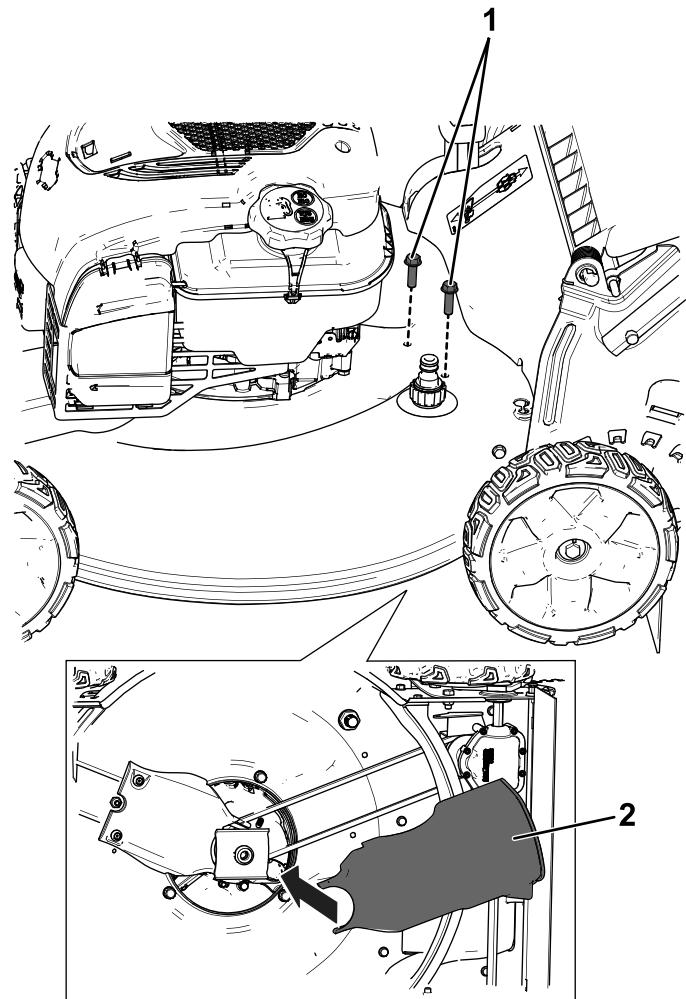

図 12
6. 後下ベルトカバーを取り付ける先ほど外したボルトを使う。カバーの後ろ部分を後ディスクチャージシートに嵌めてから、前部分を所定位置まで下げる。図 12